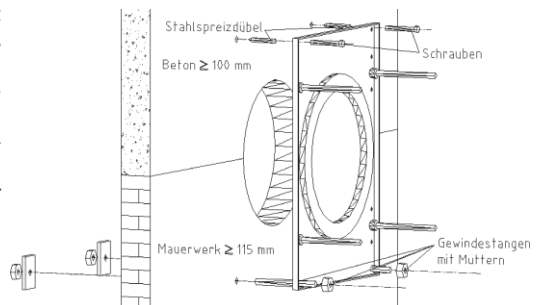

Abb. 6
- ⇒ Kontrollieren Sie, ob der FIRESAFE K90/R90 an einer planen Wand angebaut ist. Mauerwerk oder Betonwände dürfen keine Erhöhungen oder Versätze hinter der angebauten Montageplatte aufweisen (s. Hinweis Abb. 6, D-9). Wurde der Feuerschutzabschluss an eine unebene Wand angebaut, muss er von der Wand komplett demontiert werden. Bearbeiten Sie die vorgesehene Fläche entsprechend und montieren Sie das Gerät gemäß Anleitung anschließend an die 100 %ig plane Wand.